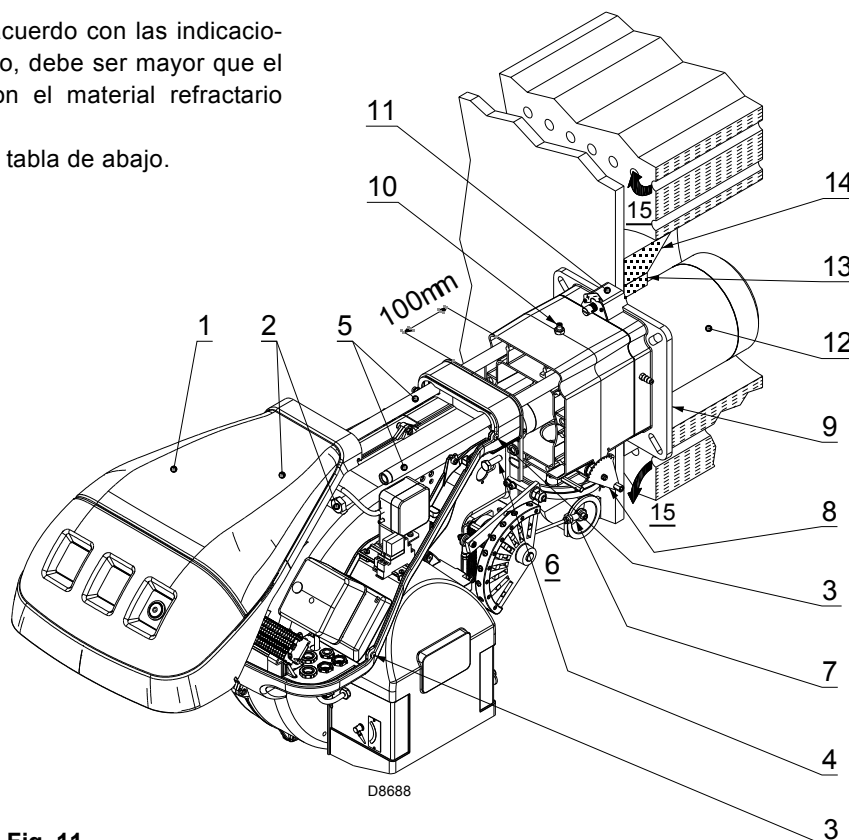

Fig. 11
Para calderas con pasos de humos delanteros 15) o con cámara de inversión de llama, colocar una protección de material refractario 13) entre el refractario de la caldera 14) y el tubo de llama 12). Esta protección debe permitir el desplazamiento del tubo de llama. Véase Fig. 11.
Luego separar el cabezal de combustión del resto del quemador, Fig. 11.
Una vez realizada esta eventual operación, fijar la brida 11)(Fig. 11) a la placa de la caldera, intercalando la protección aislante 9)(Fig. 11) suministrada.
- volver a montar el quemador en las guías 3) a unos 100 mm del manguito 4) - quemador en la posición que muestra la Fig. 11;